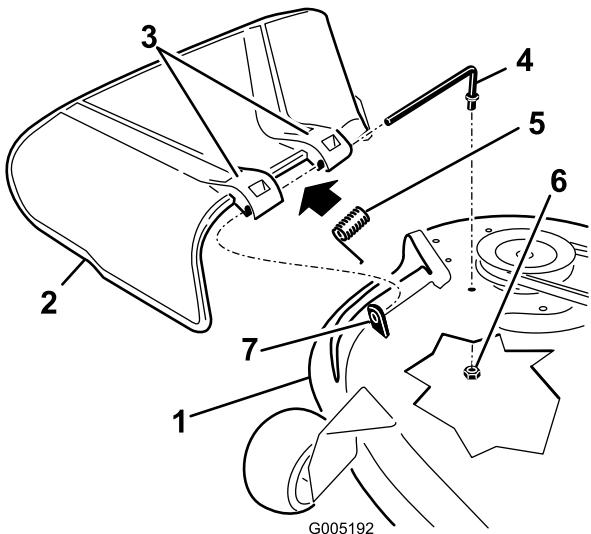

Figure 59
- Retirez l'écrou (3/8 po) de la tige, sous le tablier de coupe (Figure 59).
2. Sortez la tige de la courte cheville de positionnement, du ressort et du déflecteur d'herbe (Figure 59).
4. Remettez en place le déflecteur d'herbe (Figure 59).
7. Insérez la tige dans le deuxième support du déflecteur d'herbe (Figure 59).
9. Fixez l'extrémité arrière de la tige dans le tablier de coupe à l'aide d'un écrou (3/8 po), comme montré à la Figure 59.